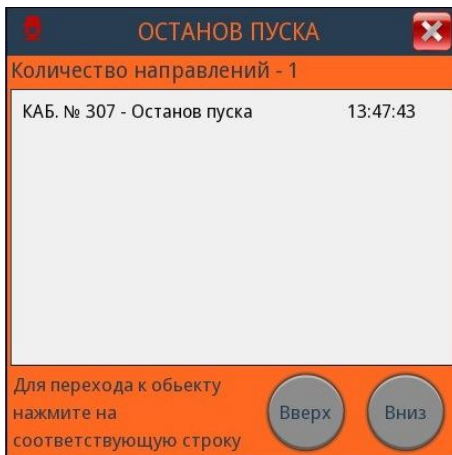

Рисунок 37 – Вид окна «Останов пуска»
13.15 При нажатии на иконку «Останов пуска» откроется всплывающее окно «Останов пуска» (рисунок 37). В данном окне отображается список направлений зарегистрировавших сигнал «Останов пуска».